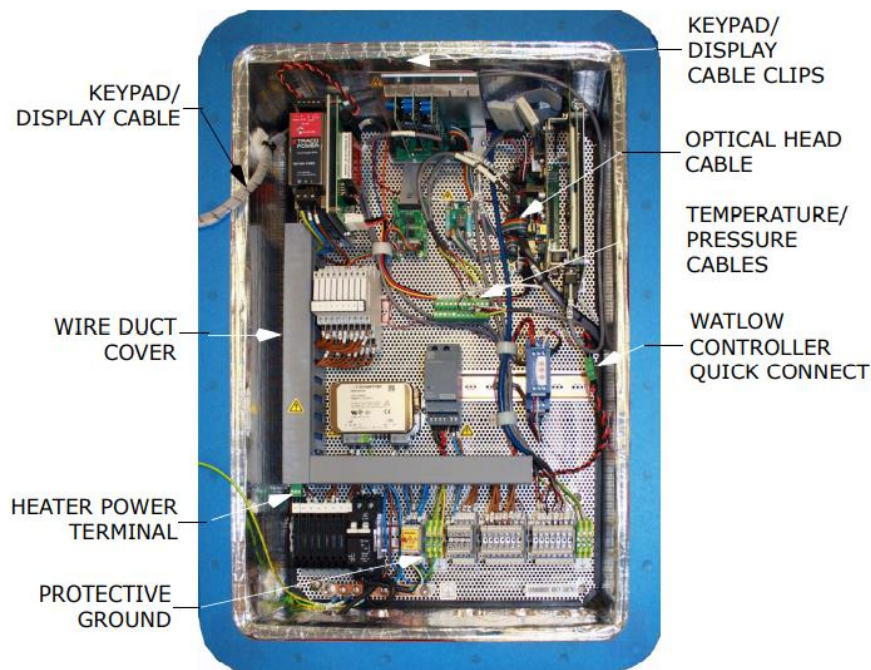

Abbildung 31. Platine mit Elektronikbaugruppe
5. Steuerkabel für Tastatur und Anzeige von den Clips im oberen Bereich des Gehäuses abziehen. Siehe Abbildung 31.